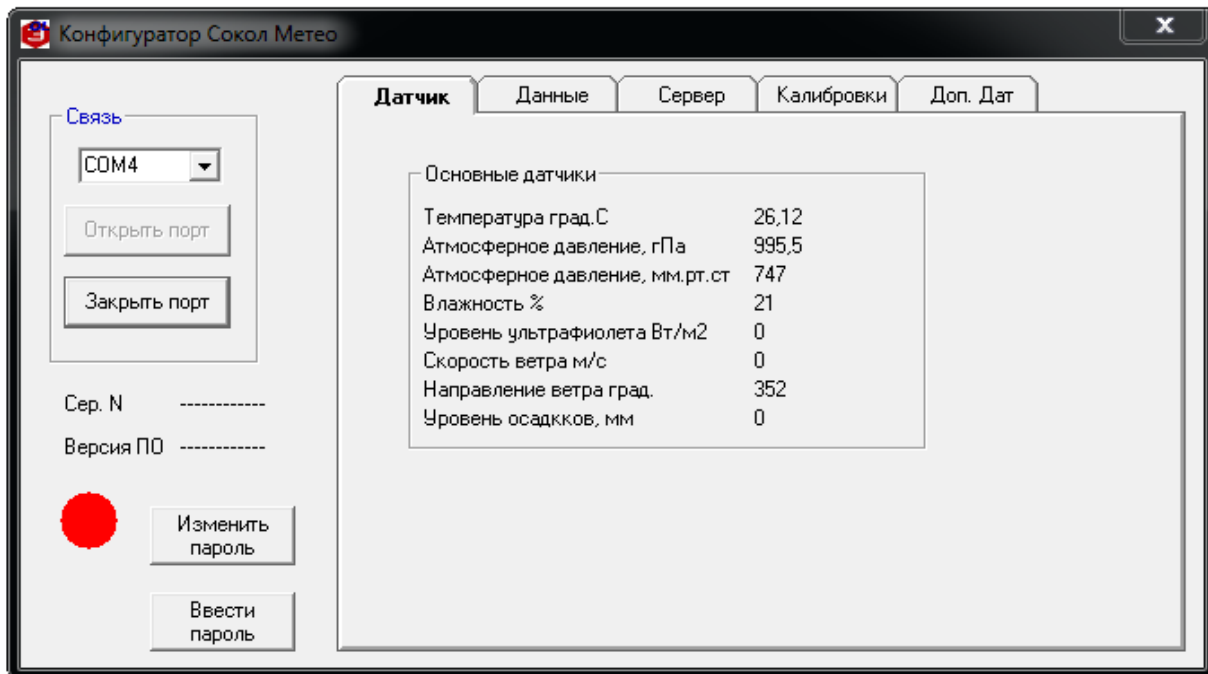

Рисунок 3 — Главное окно ПО «SokolCFG_T»
- 4) запустите ПО «SokolCFG_T» (рис. 3);